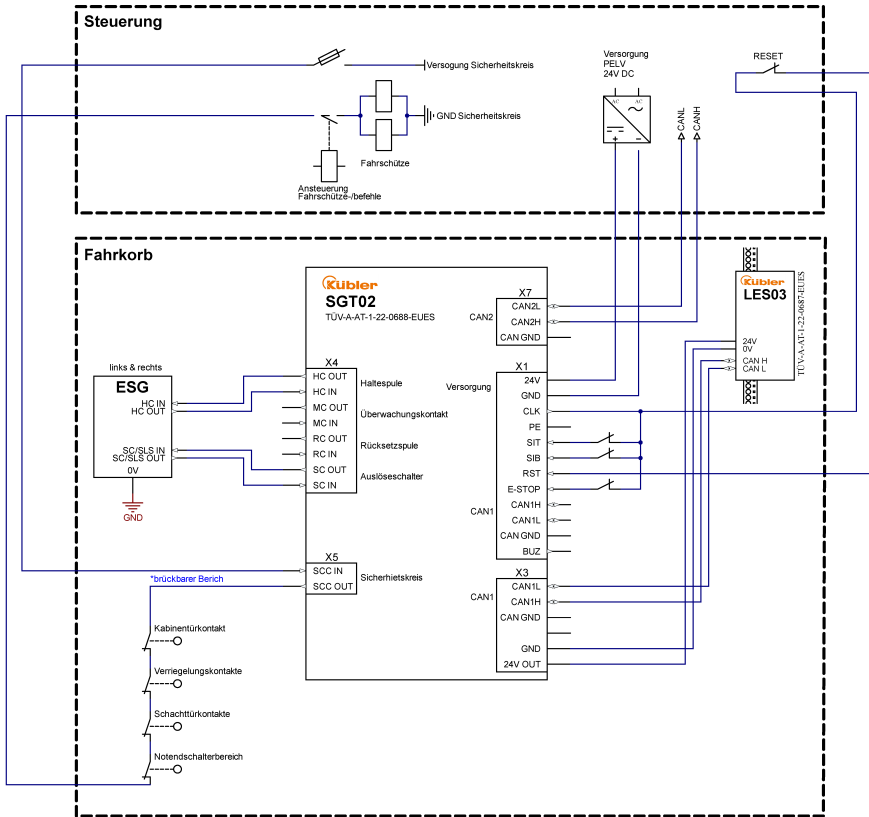

Abb. 1: Beispiel ohne Rückstellung (Reset) der elektromechanischen Fangvorrichtungen (ESG).
- Varianten ohne Rückstelleinrichtung (8.SGT02.x2xx.xxxx) sind beide Stecker X4 (HC und SC) entsprechend Abbildung 1 [17] anzuschließen.